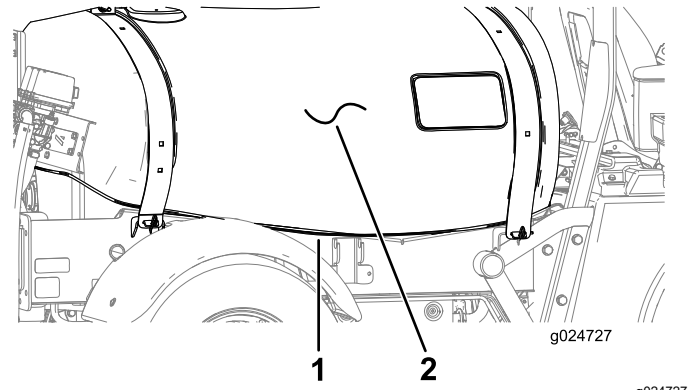

Bild 11
1. Verlegen Sie den Kabelbaum entlang des rechten Rahmenkanals neben dem Behälter (Bild 11).